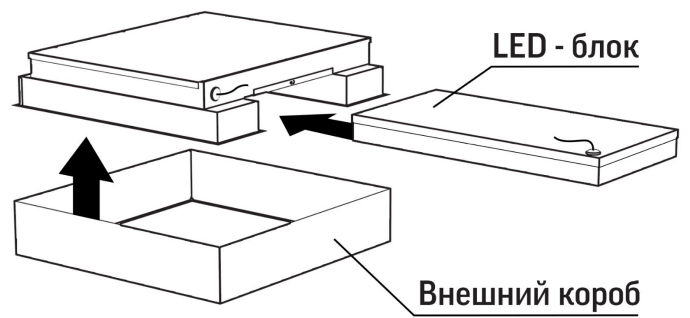

Рис.4
- Установите в направляющие корпус LED-блока (Рис. 4);